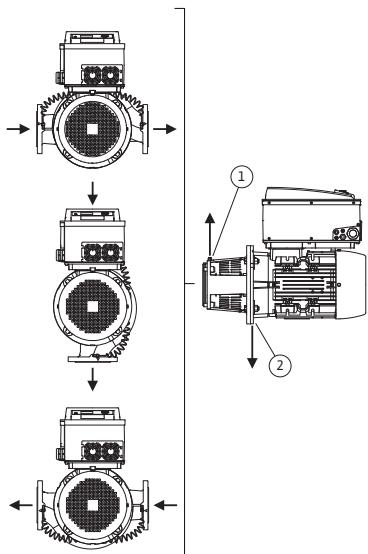
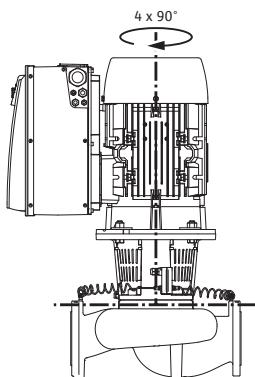

Fig. 18: Zulässige Einbaulagen mit horizontaler Motorwelle
Fig. 19: Zulässige Einbaulagen mit vertikaler Motorwelle
Die zulässigen Einbaulagen mit horizontaler Motorwelle und Elektronikmodul nach oben (0°) sind in Fig. 18 dargestellt. Nicht abgebildet sind die zulässigen Einbaulagen mit seitlich montiertem Elektronikmodul ($+/- 90^\circ$). Jede Einbaulage außer „Elektronikmodul nach unten“ (-180°) ist zulässig. Die Entlüftung der Pumpe ist nur gewährleistet, wenn das Entlüftungsventil nach oben zeigt (Fig. 18, Pos. 1). Nur in dieser Position (0°) kann anfallendes Kondensat gezielt über vorhandene Bohrungen, Pumpenlaterne sowie Motor (Fig. 18, Pos. 2) abgeführt werden. Dafür den Stopfen am Motorflansch entfernen.
Die zulässigen Einbaulagen mit vertikaler Motorwelle sind in Fig. 19 dargestellt. Jede Einbaulage außer „Motor nach unten“ ist zulässig.
- Das Entlüftungsventil an der Laterne (Fig. 6, Pos. 1.31) muss bei horizontaler Motorwelle immer nach oben zeigen (Fig. 6a:). Bei vertikaler Motorwelle ist jede Orientierung zulässig. Siehe hierzu auch Fig. 18: „Zulässige Einbaulagen mit horizontaler Motorwelle“ auf Seite 18 bzw. Fig. 19: „Zulässige Einbaulagen mit vertikaler Motorwelle“ auf Seite 18.